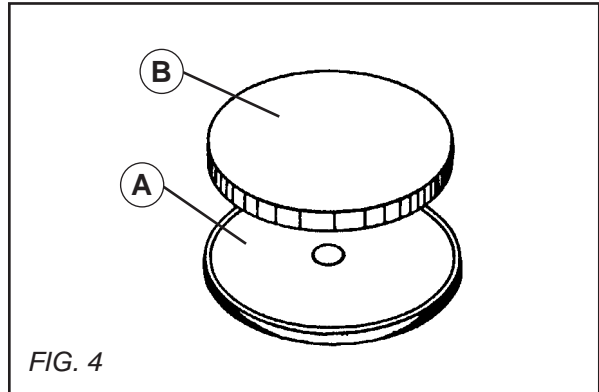

FIG. 4
• **TAVOLA PORTAFELTRO (OSSERVARE LA FIG.4) :**
- Pulire la faccia d'appoggio della tavola (A)
- Spalmare il feltro (B) di colla "Contact"